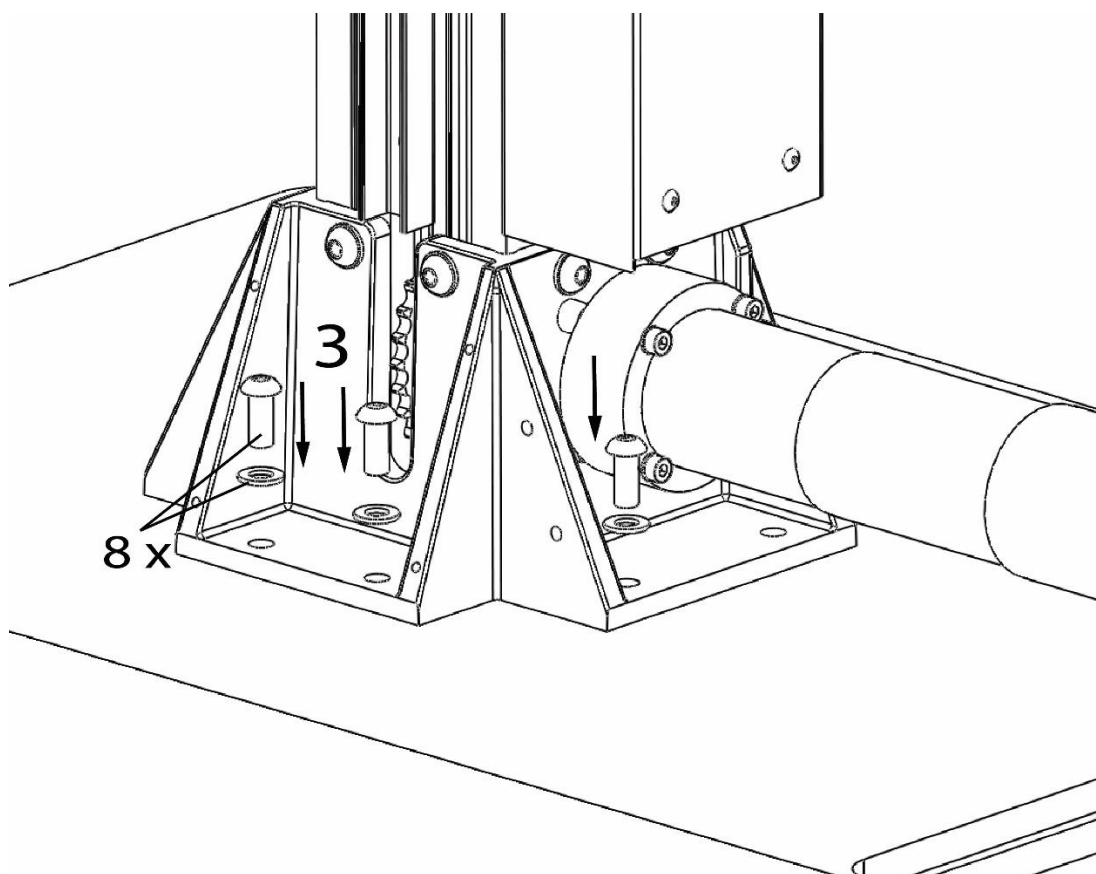

Figure 4 : Installation des vis de fixation
8. Localisez les vis M8 incluses (8 pièces) et les rondelles (**sac de quincaillerie 2**). Placez les rondelles sur les vis, puis insérez les vis dans les trous du support inférieur et filetinez-les dans la plaque de base / le sol (**figure 4**). Avec une clé T40, **serrez les vis à 20 Nm**.